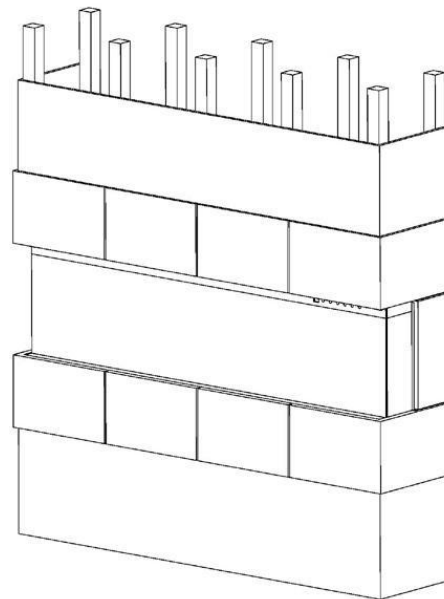

Fig.3-5
8. Decore la madera contrachapada o los paneles de yeso con azulejos, papel pintado, etc. Fig.3-5